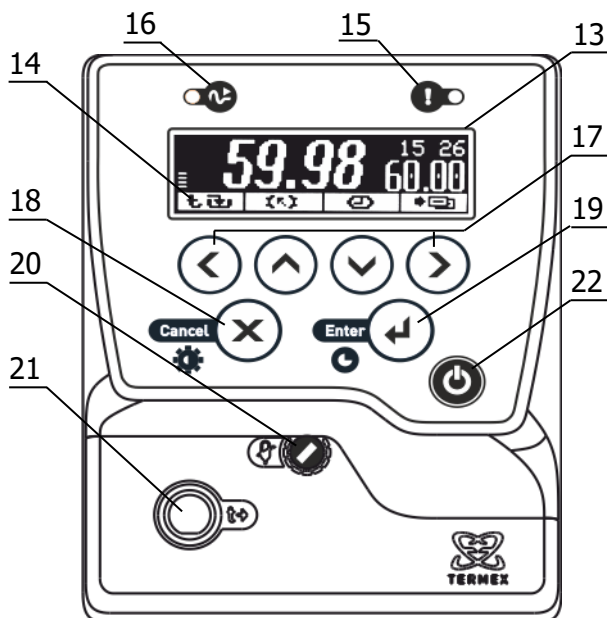

Рисунок 2 – Лицевая панель
Система безопасности блоков регулирования отключает двигатель насоса и нагреватель при срабатывании хотя бы одной из защит или неисправности датчика температуры (1.2.13). При срабатывании системы безопасности раздается звуковой сигнал, загорается индикатор 15 (рисунок 2) и на дисплей 13 выводится информация о причине неисправности.
2.3.1 После подключения сетевого кабеля к электрической сети блок регулирования переходит в режим ожидания. Подключение сопровождается кратковременной подсветкой дисплея 13 (рисунок 2).
2.3.6 Для регулировки яркости подсветки или контраста дисплея нажать кнопку 18 (X), выбрать изменяемый параметр кнопками (▲) и (▼) и установить его значение кнопками (◀) и (▶). Зафиксировать изменение нажатием кнопки 19 (↵) (рисунок 2).
2.7.6 Для выбора уставки в качестве текущей кнопками (▲) и (▼) подвести к ней указатель. Значение отмеченной указателем уставки дублируется крупными цифрами в правой части дисплея. Для подтверждения выбора отмеченной уставки нажать кнопку 19 (←). Для отмены выбора нажать кнопку 18 (✕) (рисунок 2).
2.7.7 Для изменения численного значения отмеченной указателем уставки нажать кнопку (▶). На рамке, обрамляющей значение уставки в правой части дисплея, появятся “засечки”, указывающие на изменяемую позицию в численном значении. Цифра в отмеченной позиции мигает. Нажатиями кнопок (▲) и (▼) установить требуемую цифру в отмеченной позиции. Если удерживать кнопку нажатой, значение уставки будет изменяться непрерывно. Нажатиями кнопок (◀) и (▶) переместить отметку изменяемой позиции. Дискретность изменения значения уставки зависит от положения изменяемой позиции: если отмечена позиция десятков, то при единичном нажатии кнопки (▲) или (▼) значение уставки изменится на 10 °С. Если отмечена позиция десятых долей, то значение уставки изменится на 0.1 °С соответственно. Закончить ввод нового значения уставки нажатием кнопки 19 (←). Для возврата к значению уставки до ее изменения нажать кнопку 18 (✕) (рисунок 2).
2.8.3 При срабатывании защиты раздается звуковой сигнал и загорается красный индикатор срабатывания системы безопасности 15 (рисунок 2). Работа насоса и нагревателя будет блокирована. На дисплее отобразится текущее состояние системы защит.